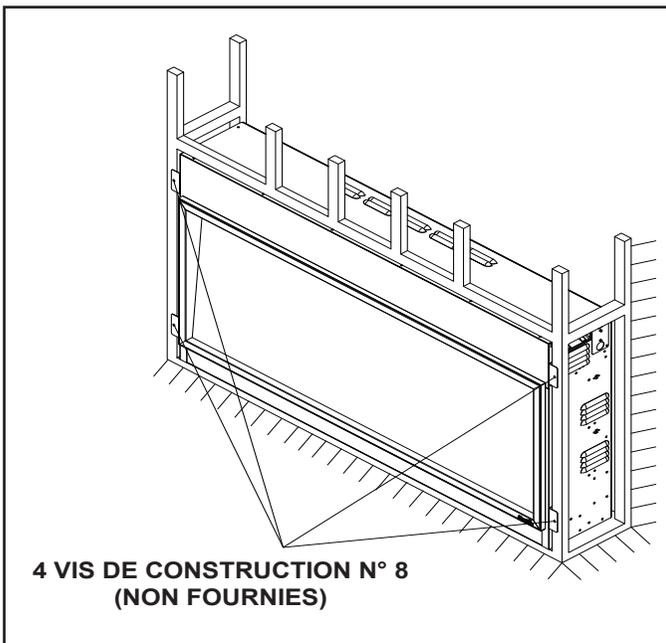

Figure 4.3 Installation de l'appareil
3. Installer l'appareil dans la référence d'ouverture Figure 4.3. Assurez-vous que le poids de l'appareil est entièrement supporté par l'élément d'ossature de plancher ou du bas. Nivelé avec des cales si nécessaire. Assurez-vous qu'il est centré de gauche à droite, puis fixez-le directement sur la charpente à l'aide de quatre (4) vis de construction n° 8, une à travers chacun des quatre (4) supports de fixation. Les vis ne sont pas incluses.